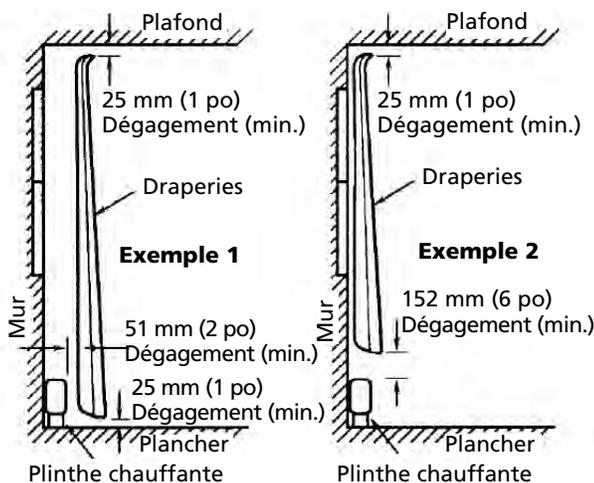

Figure 2 – Position des draperies à proximité de la plinthe chauffante
- Pour une utilisation efficace, il est conseillé de prévoir un dégagement de 6 po (152 mm) au minimum, au-dessus et devant la plinthe chauffante en tout temps. Voir la Figure 2 pour connaître le dégagement minimum par rapport à des draperies.
Certains tissus, pour la plupart synthétiques ou organiques, se décolorent avec le temps ou sous l'effet de la lumière indirecte du soleil ou encore de la température normale d'une pièce. Ils subissent une décoloration plus rapide s'ils sont exposés à la lumière directe du soleil ou à des courants d'air chaud. Suspending les draperies de manière à prévoir un dégagement de 51 mm (2 po) au minimum entre l'avant de la plinthe chauffante et les replis les plus proches des draperies, comme l'indique l'exemple 1 de la Figure 2, ou un dégagement de 152 mm (6 po) entre la partie supérieure de la plinthe chauffante et la partie inférieure des draperies, comme l'indique l'exemple 2 de la Figure 2. Prévoir un dégagement de 25 mm (1 po) au minimum entre les draperies et le plafond et la partie supérieure du revêtement de plancher pour permettre une circulation de l'air, comme l'indique l'exemple 1 de la Figure 2.